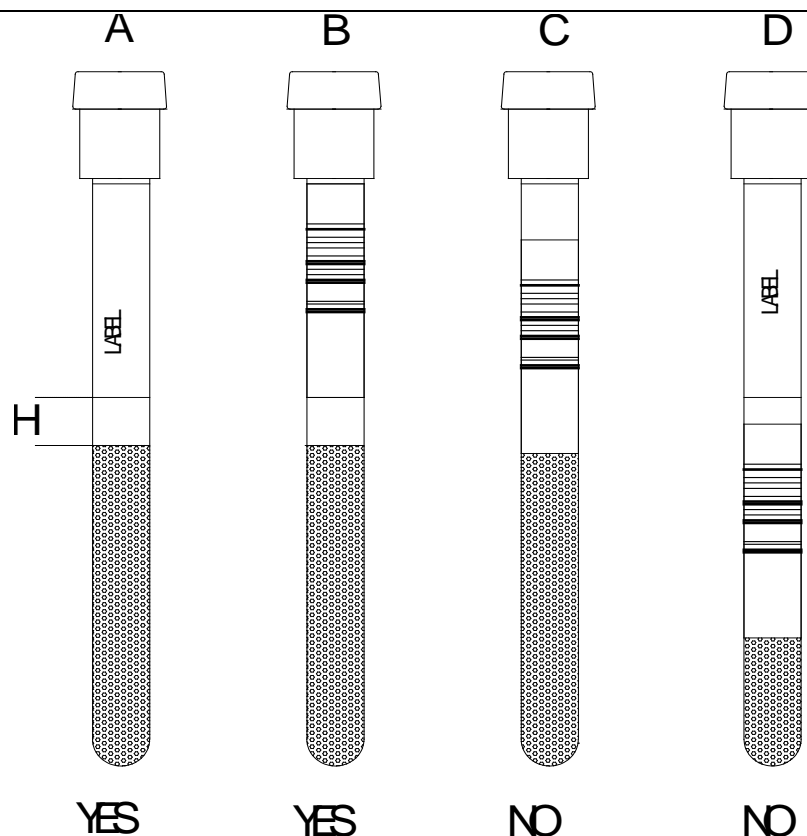

Abbildung 6
Eine Identifizierung der Röhrchen kann entweder durch Anbringen von Barcodes oder durch Beschriftung des Originaletikettes am Röhrchen erfolgen. Bitte achten Sie auf Abbildung 6, um ein falsches Anbringen von zusätzlichen Etiketten zu verhindern. In der Abbildung 6 haben alle Röhrchen die korrekten Blutniveaus. Röhrchen (A) und Röhrchen (B) haben ein korrekt angebrachtes Originaletikett bzw. Barcodeetikett. Der „H“-markierte Teil weist auf die Zone hin, die uneingeschränkt frei bleiben muss, damit die Infrarotstrahlen das Ende der Blutsäule erkennen können. Die Röhrchen (C) und (D) illustrieren, wie ein Etikett in der falschen Position das Ablesen behindern würde.